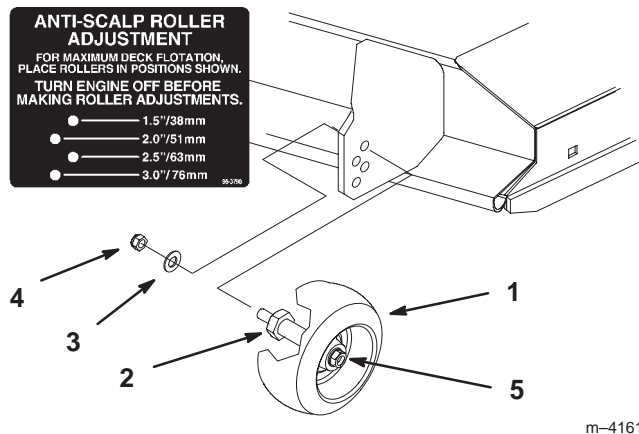

Figure 21
2. Lorsque la hauteur de coupe est réglée, enlevez l'écrou à collerette et la rondelle élastique tout en maintenant le goujon avec une clé (Fig. 21).
Note: N'enlevez pas l'écrou et la rondelle de la roue (Fig. 21).
3. Choisissez le trou pour que la roue de jauge se trouve le plus près possible de la hauteur de coupe correspondante voulue (Fig. 21).
4. Remettez l'écrou à collerette et la rondelle élastique. Serrez à 54,2–61,0 Nm (40–45 pieds-livres) (Fig. 21).